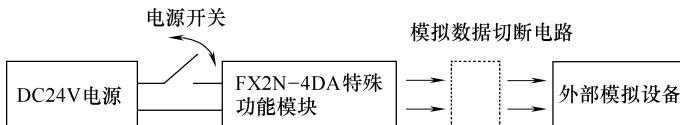

图 6-55 采取预防性措施示意图
- 6) 打开或关闭模拟信号的 DC24V 电源后, 模拟输出将起伏大约 1s。这是由于 MPU 电源的延时或启动时的电压差异造成的。因此, 应采取预防性措施如图 6-55 所示, 以避免输出的波动影响外部单元。